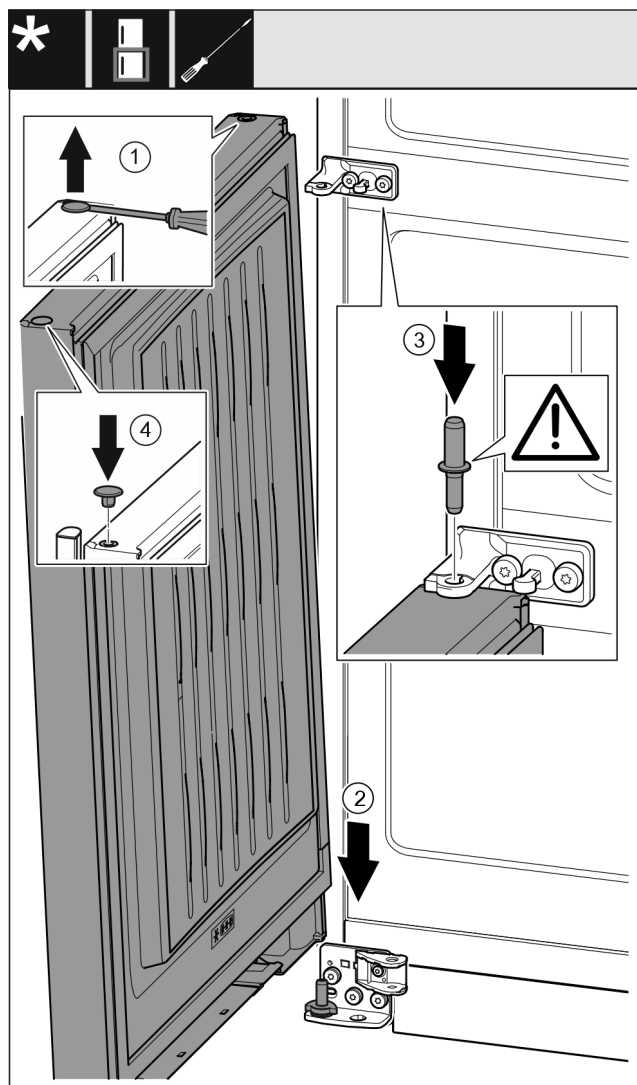

Fig. 35
- Sollevare il tappo Fig. 35 (1) con cautela con un cacciavite a intaglio ed estrarlo.
- Inserire la porta Fig. 35 (2) dall'alto sul perno di supporto inferiore.
- Inserire il perno di supporto centrale Fig. 35 (3) attraverso il blocco di supporto centrale nella porta inferiore. Facendo ciò assicurarsi che la camma di arresto sia rivolta all'indietro.
- Reinserire il tappo Fig. 35 (4) sull'altro lato della porta.